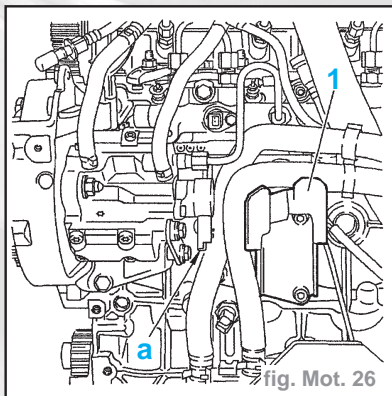

fig. Mot. 26
- Déposer le support (1) du filtre à carburant (fig. Mot. 26).